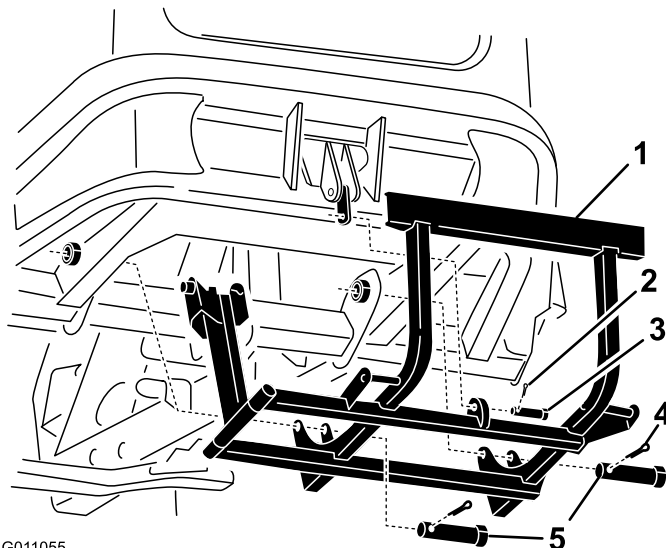

Figure 9
- Montez le support de montage du collecteur au bas de la machine avec 2 grands axes de chape 2 grandes goupilles fendues (Figure 9).
- Tournez le support de montage du collecteur et fixez-le avec un petit axe de chape et une petite goupille fendue (Figure 9).